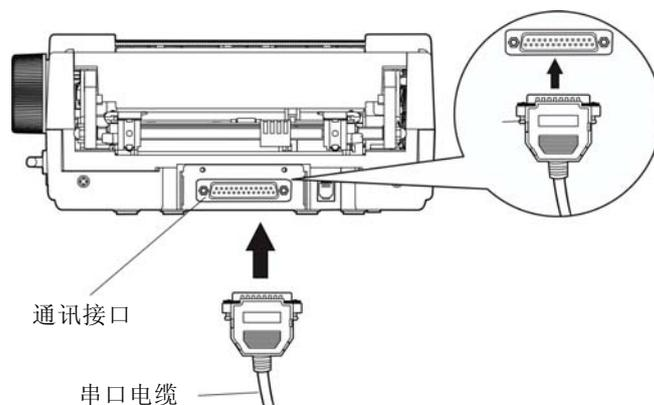

图 1-12 连接串行接口电缆
- (1) 关闭计算机和打印机的电源开关。将串口电缆插头连接到打印机的串行接口。拧紧连接器两侧的螺丝，固定串口电缆（如图 1-12 所示）。
- (2) 将串口电缆的另一端插入计算机的串行接口，拧紧两侧的螺丝，固定串口电缆。